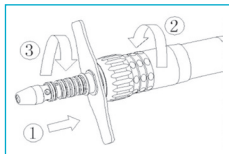

Fig. 6-4
- Aparafuse o acoplamento LED no tubo da turbina (Fig. 6-4①)
- Aperte a tampa roscada do tubo da turbina com a chave (fornecida com o dispositivo médico) (Fig. 6-4②③).